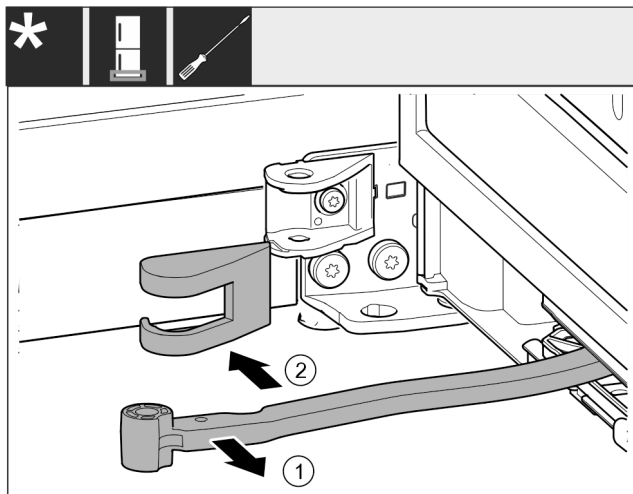

Fig. 16
- Scharnier in de richting van de deur draaien. Fig. 16 (1)
- Afdekking van de lagerbus verwijderen. Fig. 16 (2)